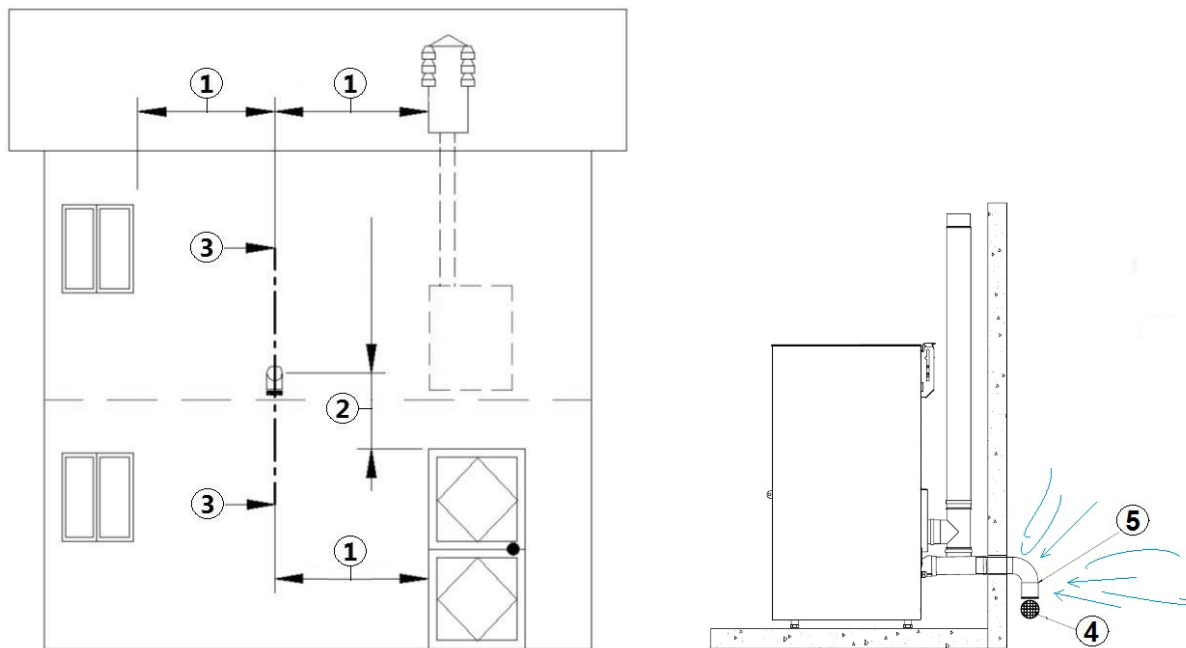

Fig. 7 - Presa d'aria per installazione
LEGENDA Fig. 7 a pag. 10
- Durante l'installazione è necessario verificare le distanze minime per la presa d'aria comburente (vedi **Fig. 7 a pag. 10**).
- Sulla parete esterna è necessario installare una curva a 90° per proteggere l'afflusso dell'aria comburente dagli effetti del vento: rivolgere l'imboccatura della curva verso il basso (vedi **Fig. 7 a pag. 10**).